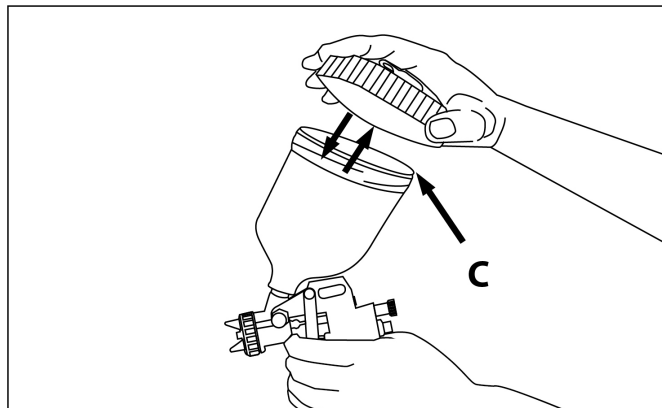

Рис.6
4. Снимите со стакана **A** крышку **C** (рис. 6).